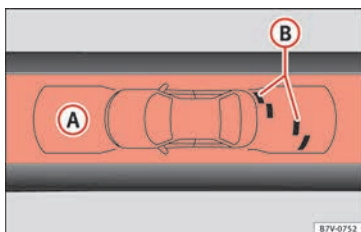

Fig. 212 Indicación del OPS en pantalla: (A) se ha detectado un obstáculo en el segmento; (B) zona registrada delante del vehículo.
tancia de unos 120 cm y hacia el lado hasta 60 cm » **fig. 212 (B)**. Detrás del vehículo, la zona analizada alcanza hasta una distancia de 160 cm y unos 60 cm hacia los lados » **fig. 211 (C)**.
El gráfico mostrado representa las zonas supervisadas en varios segmentos. A medida que el vehículo se acerca a un obstáculo, más se acerca el segmento al vehículo representado » **fig. 211 (B)** y » **fig. 212 (A)**. A más tardar, cuando se muestra el penúltimo segmento, se ha llegado a la zona de colisión.